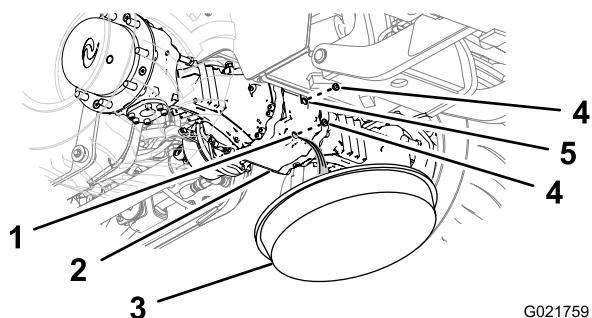
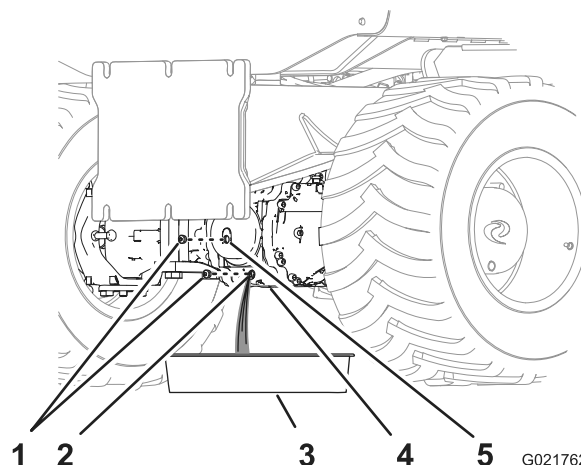

Рисунок 68
Рисунок 69
1. Поместите сливной поддон под картер ведущей шестерни моста (Рисунок 68 и Рисунок 69).
2. Отверните пробки смотрового и сливного отверстий картера ведущей шестерни (Рисунок 68 и Рисунок 69).